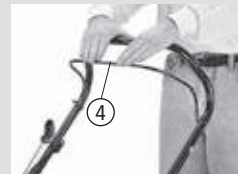

Fig. 13
Para desligar basta soltar a alavanca, o motor para instantaneamente (4), [Fig.13].